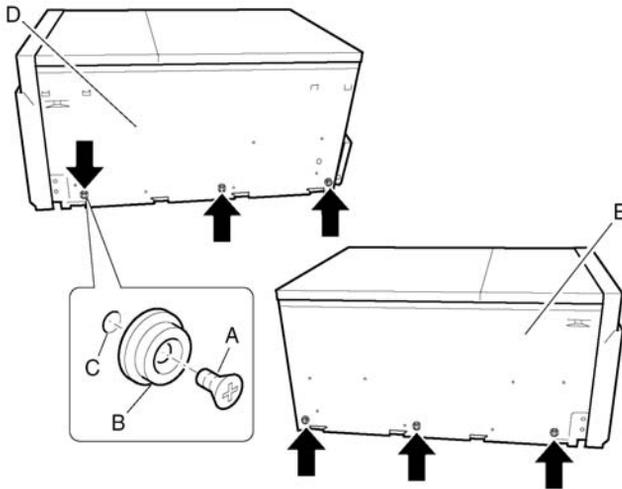

Abbildung 65 - Installieren der Buchsen
- 1 Legen Sie eine Schraube (Abbildung 65, A) in eine der Buchsen ein (Abbildung 65, B) und setzen Sie sie dann in ein Montageloch (Abbildung 65, C), an der rechten Rahmenwand des Chassis (Abbildung 65, D) ein. Ziehen Sie die Schraube fest.
- 2 Wiederholen Sie Schritt 1 für alle verbleibenden Montagelöcher an der rechten Rahmenwand (Abbildung 65, D), verwenden Sie dazu das in Abbildung 65 dargestellte Schema.
- 3 Bringen Sie drei Buchsen an der linken Rahmenwand des Chassis an (Abbildung 65, E), in dem in Abbildung 65 gezeigten Schema und im selben Verfahren wie in Schritt 1 beschrieben.